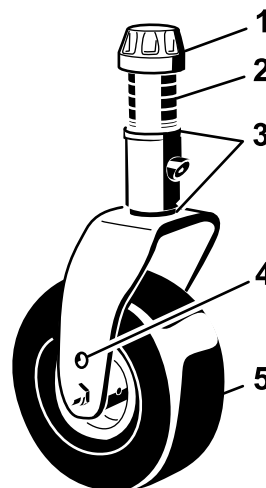

Figura 6
2. Posizionate gli assali delle ruote orientabili negli stessi fori su entrambe le forcelle. Fate riferimento a Figura 6 per determinare i fori adeguati all'impostazione voluta.
3. Togliete il cappuccio di tensione dall'asse del perno (Figura 6) ed estraete il perno dal braccio della ruota orientabile. Posizionate i 2 spessori (3 mm) sull'asse del perno nel modo in cui erano stati originariamente montati. Questi spessori servono per ottenere un livellamento sull'intera larghezza degli apparati di taglio. Fate scorrere il numero opportuno di distanziali da 13 mm sull'asse del perno per ottenere l'altezza di taglio desiderata, poi fate scorrere la rondella sull'albero.